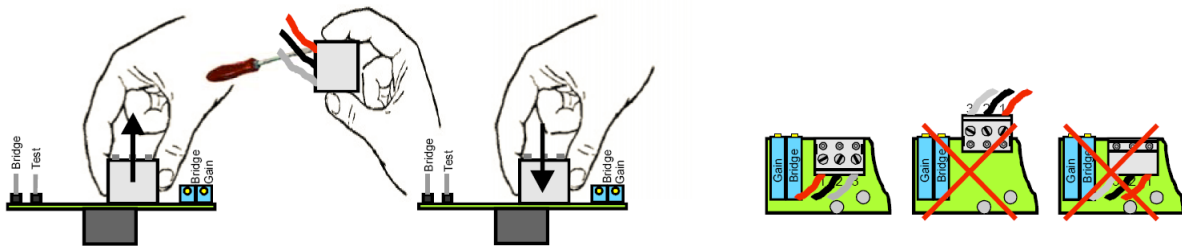

Рис. 3 Схема подключений
- Правильно подключите плату. См. рис. 3.
Плата подключена неправильно	Подключите плату в соответствии с рис. 3.